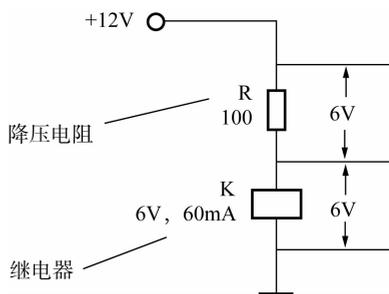

图 1-1-4 继电器电路
(1)在图 1-1-4 所示的继电器电路中,R 为“降压电阻”。电压降  $U$  的大小与电阻值  $R$  和电流  $I$  的乘积成正比,即  $U=IR$ 。利用电阻器 R 的降压作用,可以使较高的电源电压适应元器件对工作电压的要求。例如,图 1-1-4 所示的电路中,继电器的工作电压为 6V,工作电流为 60mA,而电源电压为 12V,必须串联一个  $100\Omega$  的降压电阻 R 后,方可正常工作。